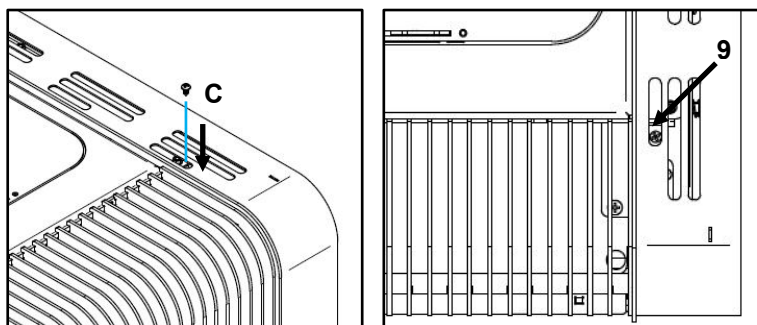

Figure 41 - Fixation habillage Aspen
i) Finalement, verrouiller avec une vis **C** (DIN 7981 de 4,2x9,5) dans le trou **9**, comme représenté sur la Figure 41.